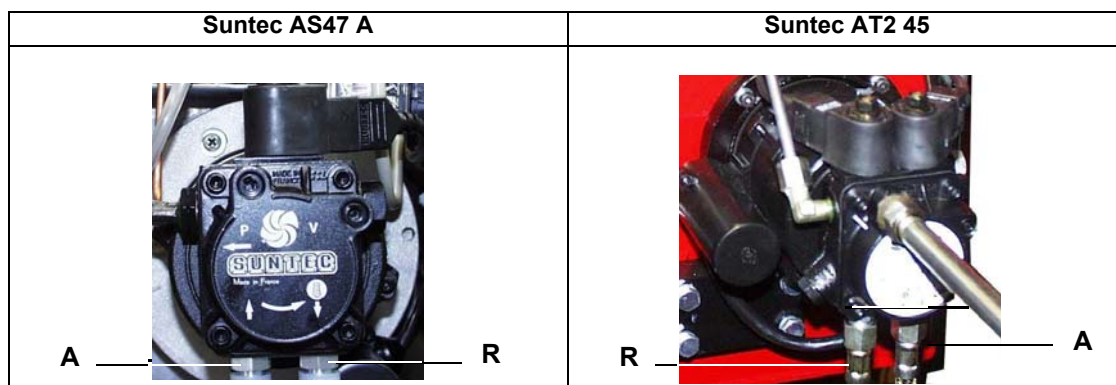

Рис. 12
- 11) Проверить анализы продуктов выброса, отрегулировать расход воздуха, воздействуя на винт **V** (Рис. 12). Положение заслонки показано на градуированной шкале **I**, на которой точка "0" соответствует положению полного закрытия.